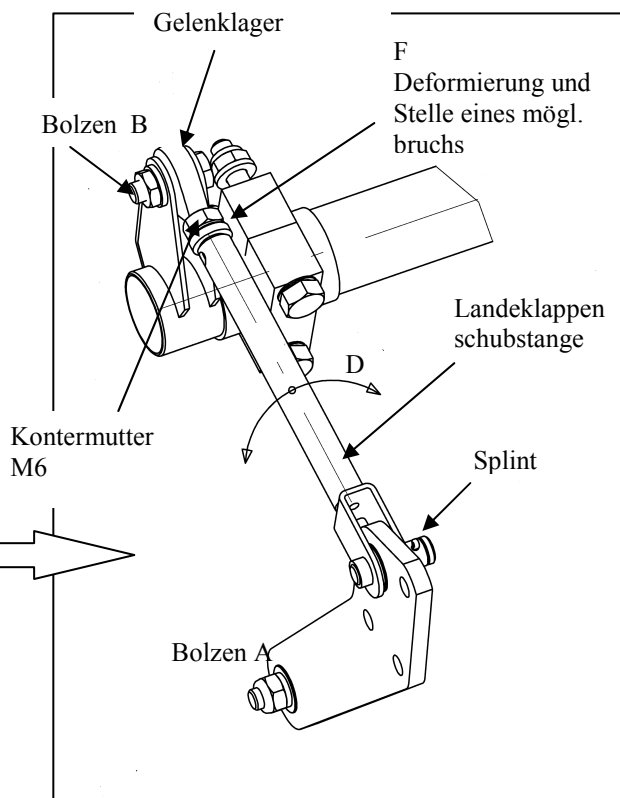

Fig.2 Details Landeklappenschubstange
- 2.1. Fixieren des Bolzens A, Splint entfernen), Fig. 2
11. Nach erfolgtem Wiedereinbau der Landeklappenschubstange ist zu überprüfen, ob diese bei komplett ein- und ausgefahrenen Landeklappen leichtgängig ist (gemäß Zeichnung Fig. 2. Position D)